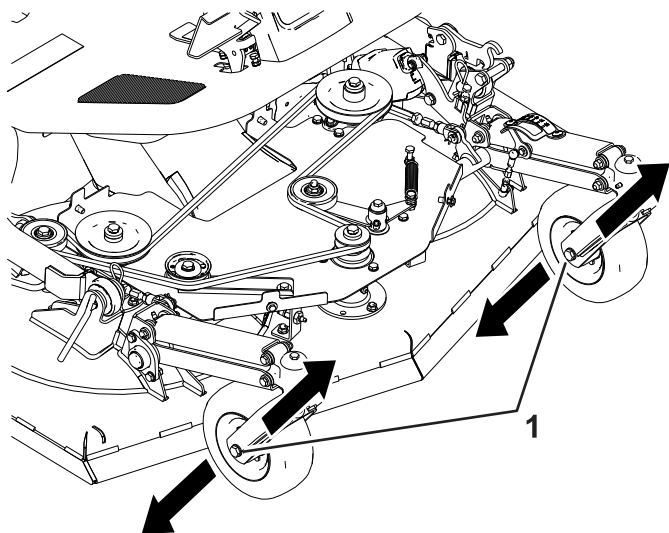

図 103
- A. 片側のキャスタホイールのボルトをゆるめる 図 103。
B. キャスタホイールのボルトの位置を調整してボルトを締め付ける図 103。